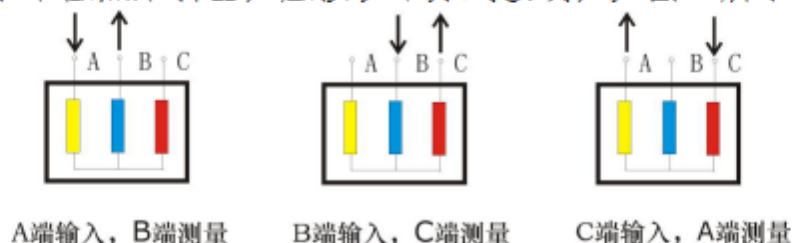

图 4 Y 接线
**Y 接线：**由于中性点未引出，应按以下方式接线，如图 4 所示。